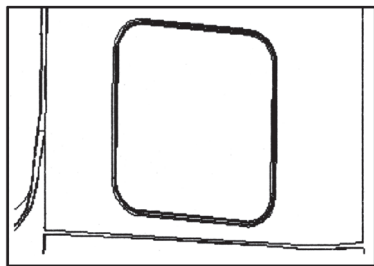
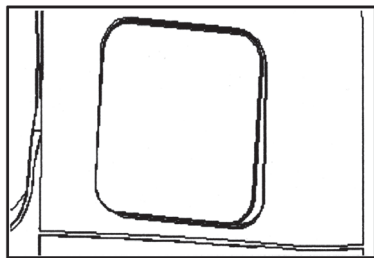

рисунок 3
рисунок 4
2. Инструментальный ящик автоматически пружинит с прежнего места (см. рисунок 3) до места (см. рисунок 4).